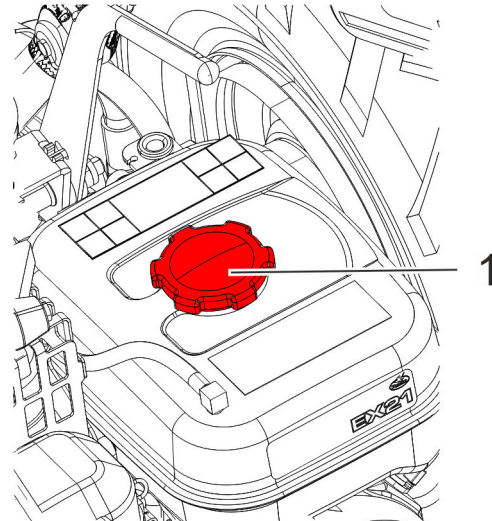

Abb. 39: Kraftstoff einfüllen
2. ➤ Schraubdeckel (Abb. 39/1) gegen den Uhrzeigersinn drehen und abnehmen.
4. ➤ Schraubdeckel (Abb. 39/1) auf die Einfüllöffnung setzen und im Uhrzeigersinn festdrehen.